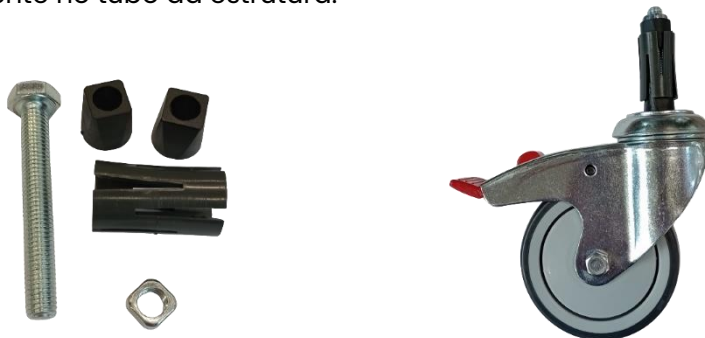

Figura 1: Modelo de fixação antigo
- 2. Identificação dos componentes nos modelos antigos:** Os equipamentos comercializados até setembro de 2023, contém o modelo de fixação representado abaixo na figura 1, no qual a fixação dos componentes é realizada através do encaixe do sistema com buchas plásticas fixadas internamente no tubo da estrutura: